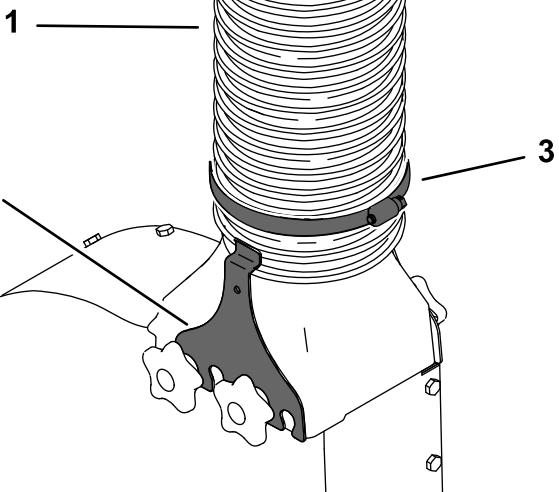

図 20
- チューブのもう一方の端部を、プロアアセンブリに固定するホースクランプ1個とプロアクランプ2個を使用する図20。